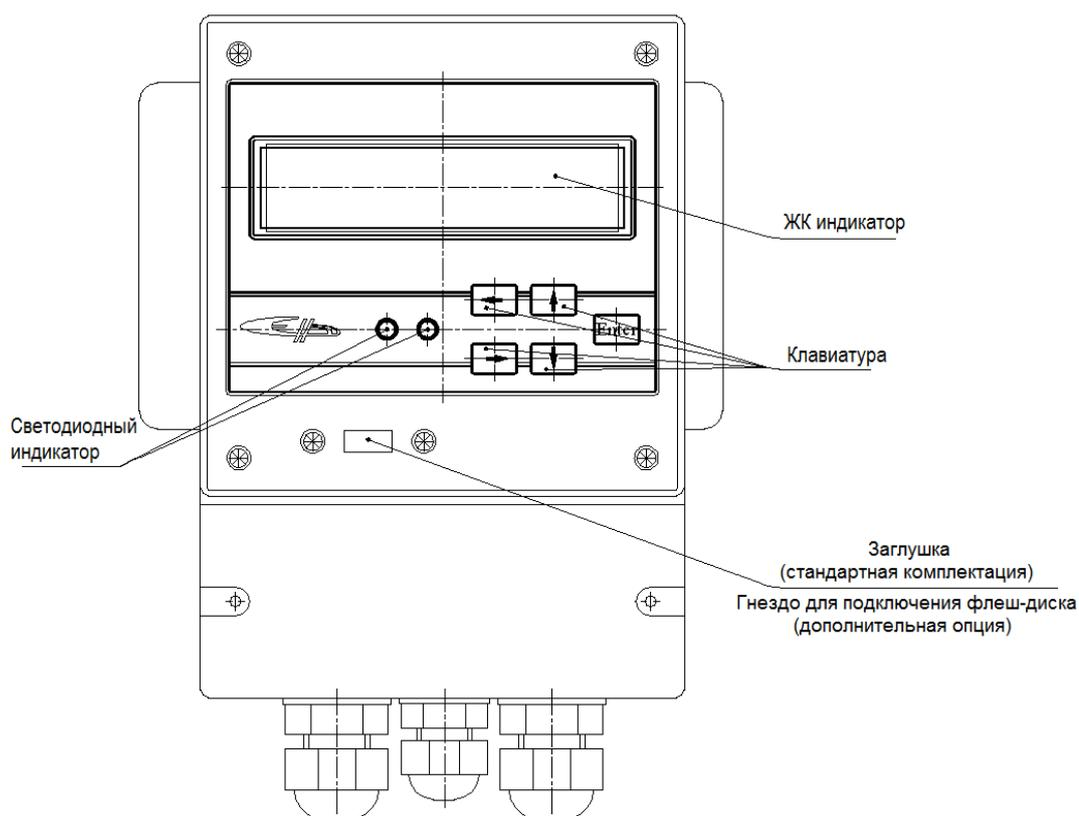

Рис. 10. Вид передней панели БОИ.
На передней панели БОИ (рис. 10) расположены:
**Примечание** – если используется БОИ с дополнительной опцией - функцией архивации данных (см. рис. 10 вид передней панели БОИ), то перед настройкой параметров и режимов уровнемера убедитесь, что установлен режим «АРХИВАЦИЯ ВЫКЛЮЧЕНА» (см. окно «ТЕКУЩЕЕ ВРЕМЯ и ПЕРИОД АРХИВАЦИИ»).